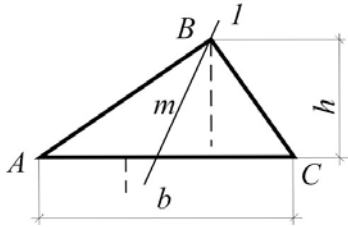

Рис.3.12
**3.12.** Найти момент инерции треугольника *ABC* относительно оси *I-I*, совпадающей с медианой. Размеры *b*, *h*, *m* заданы (рис.3.12).